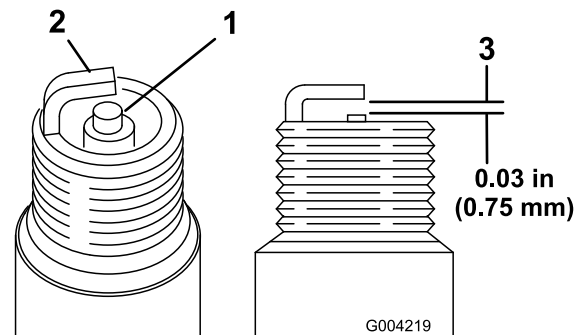

Figure 33
1. Examinez le centre des bougies (Figure 33). Si le bec de l'isolateur est recouvert d'un léger dépôt gris ou brun, le moteur fonctionne correctement. S'il est couvert d'un dépôt noir, c'est généralement signe que le filtre à air est encrassé.
2. Contrôlez l'écartement entre l'électrode centrale et l'électrode latérale (Figure 33).
3. Courbez l'électrode latérale (Figure 33) si l'écartement est incorrect.